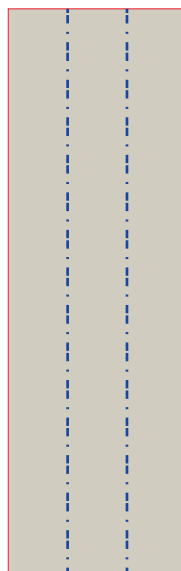

fig 1
- 2** Marque con lápiz grafito las 8 piezas de 28,5cm, marcando guías a 3 cm de borde. (fig 1)